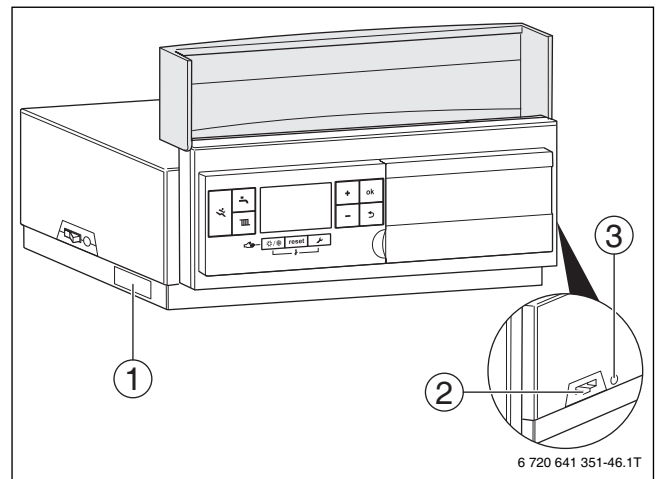

Bild 43 Anschlussmöglichkeit Logamatic MC100 mit Basiscontroller BC100 und IP-Modul
Beim ersten Starten der App müssen der voreingestellte Login-Name und das Passwort eingegeben werden. Die Login-Daten sind auf dem Typschild des IP-Moduls aufgedruckt, das sich an der Seite des Regelgeräts befindet (→ Bild 43, [1]).
- ▶ Taste **Reset** (→ Bild 43, [3]) mit einem geeigneten Gegenstand (z. B. Kugelschreiber) kurz drücken.
- ▶ Taste **Reset** (→ Bild 43, [3]) mit einem geeigneten Gegenstand (z. B. Kugelschreiber) für mindestens 5 s gedrückt halten.